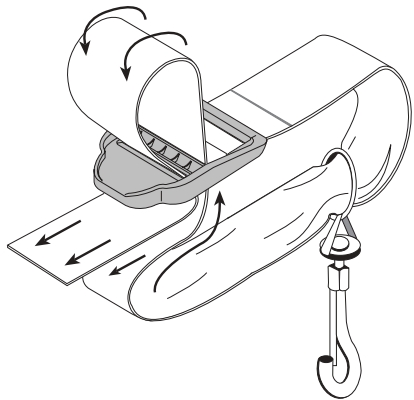

Figure 4
2. Pase la correa sobre la barra transversal y hacia abajo a través de la ranura de la hebilla (Fig. 4).